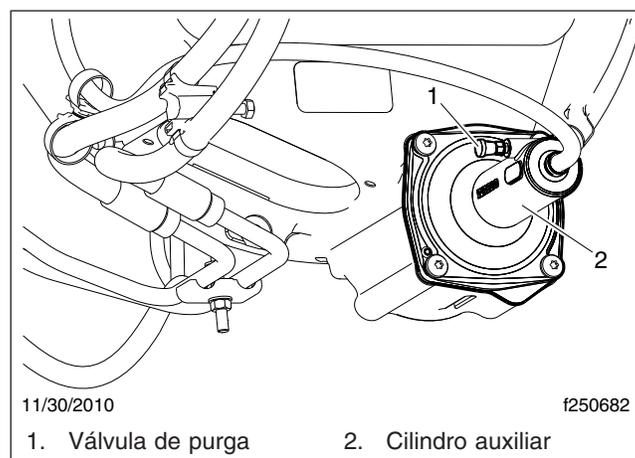

Figura 5, Cilindro auxiliar, control del embrague hidráulico
- 4.2 Retire la tapa de la válvula de purga del cilindro auxiliar. Vea la **Figura 5**. En la válvula, instale una manguera de drenaje transparente conectada a una botella de captación. Esta manguera debe ajustarse firmemente a la válvula de purga de modo que no se salga cuando se bombe líquido.
3. Retire la tapa de la válvula de purga del cilindro auxiliar. Vea la **Figura 5**. En la válvula, instale una manguera de drenaje transparente conectada a una botella de captación. Esta manguera debe ajustarse firmemente a la válvula de purga de modo que no se salga cuando se bombee líquido.